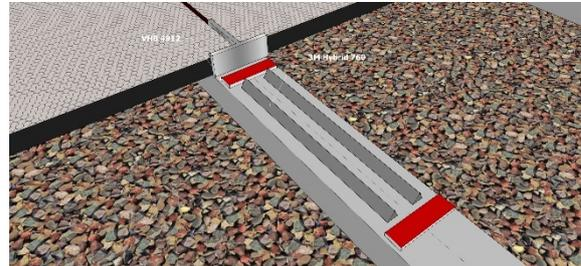

Abb. 4: Positionen des Montageklebers HP105 im Stoßbereich von zwei Dielen
- Im Stoßbereich kann die Montage auf einer Unterkonstruktionsleiste erfolgen. Hierfür wird das Montageband und der Kleber separat für jedes Dielenende aufgetragen (s. Abb. 4)